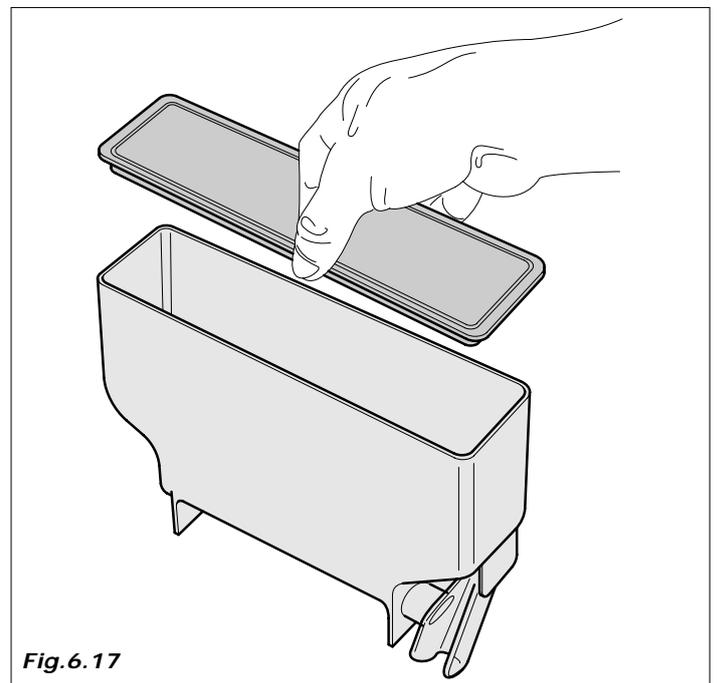

Fig.6.17
- desmontar las tapas y rampas de producto (Fig.6.17). Sumergir todo en la solución anteriormente preparada